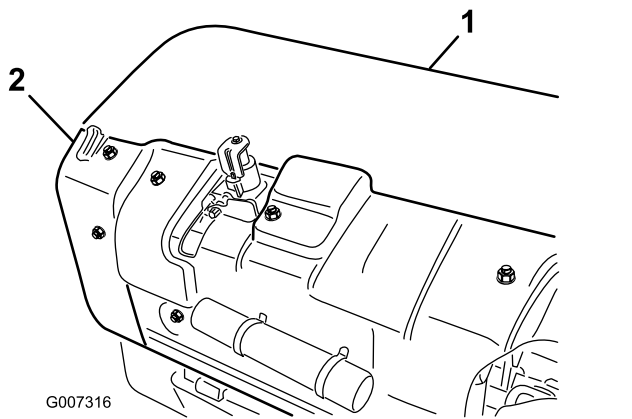

図 34
- A. 後コアリングヘッドカバーを外す 図 34。
- B. プーリのシールドを固定しているボルトを外してシールドを外す 図 34。